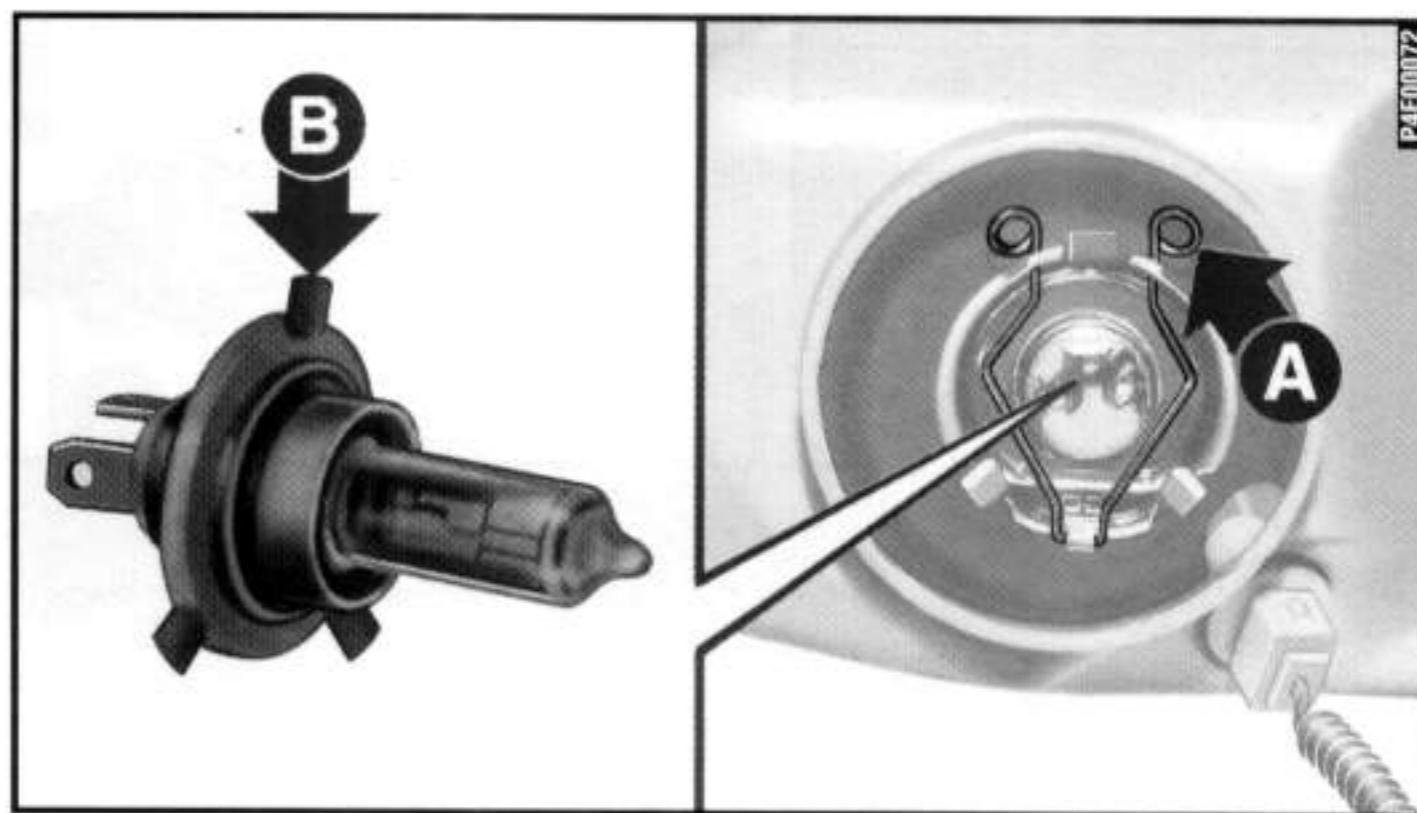

fig. 13
2) Desenganchar o grampo de fixação **A**-fig. 13 e remover a lâmpada.